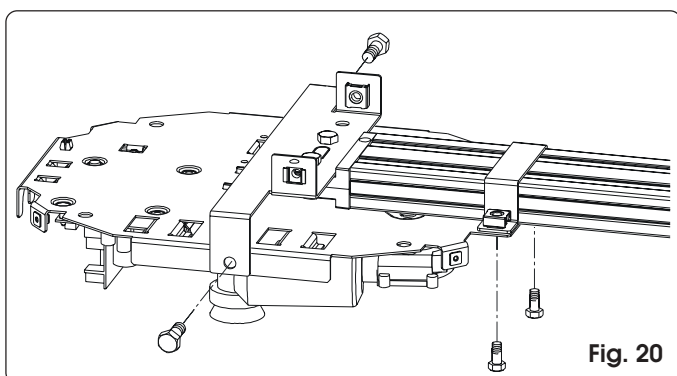

Fig. 20
- 4) Fixez l'opérateur au rail (fig. 20).